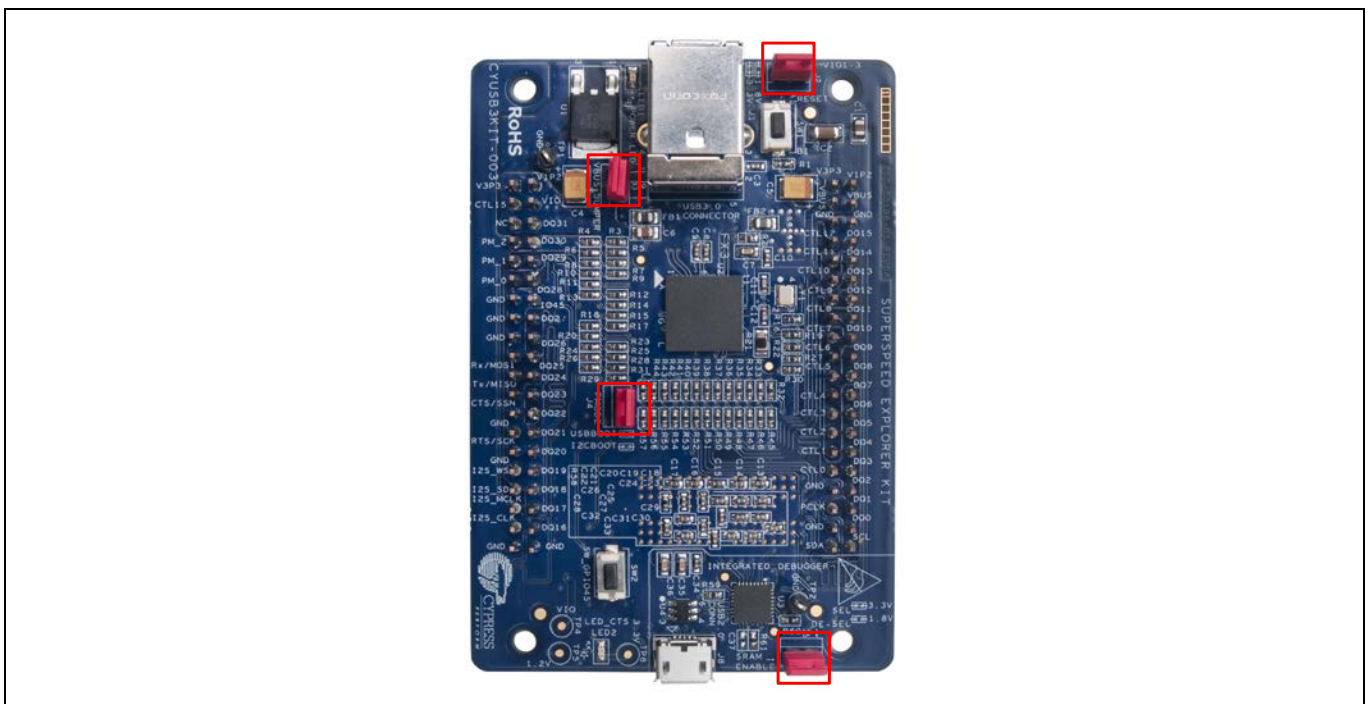

Figure 12 USB ブート用の SuperSpeed Explorer Kit 基板設定
1. **EZ-USB™ FX3 SuperSpeed Explorer Kit (CYUSB3KIT-003)** を入手します。この演習では、FX3 ファームウェアは USB ホストからダウンロードされるため、SuperSpeed Explorer Kit 基板を USB ブートに設定する必要があります。USB ブートを選択するために、すべてのジャンパを **Figure 12** に示すように閉じます。これらのジャンパ設定は、赤い長方形または円形で示されています。キット基板の詳細は **キットユーザーガイド** を参照してください。SuperSpeed Explorer Kit 基板は USB ケーブルでのみ電源供給されます (バス給電)。